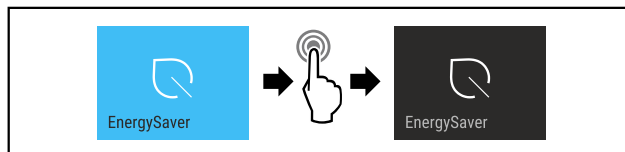

Fig. 18
- ▶ Stappen (zie Fig. 18) uitvoeren.